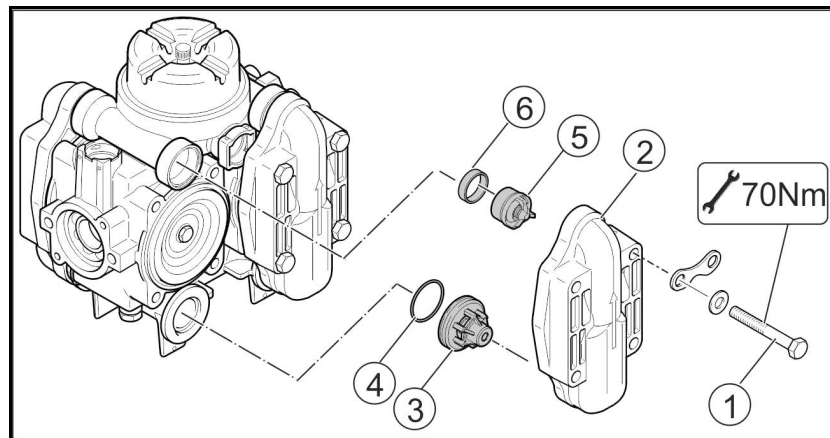

図 151
2. ねじ（図 151/1）を外します。
3. バルブカバー（図 151/2）を取り外します。
4. バルブアセンブリ（図 151/3）を取り外します。
5. バルブシールリング（図 151/4）と O リング（図 151/5）を取り出します。